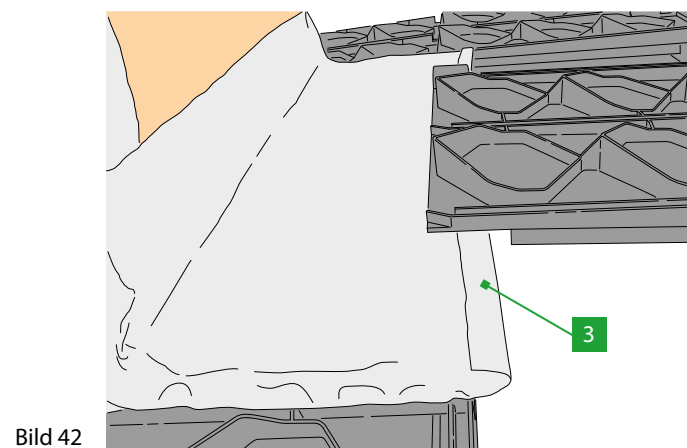

Bild 42
- 3 Oberseitiger Bleianschluss am Schornstein. Der Bleianschluss muss unter die weiterführenden Ziegel gearbeitet werden (siehe Bild 42)
- 3 bovenste plaatansluiting aan de schoorsteen. De plaatansluiting moet onder de pannen verwerkt worden (zie afbeelding 42)